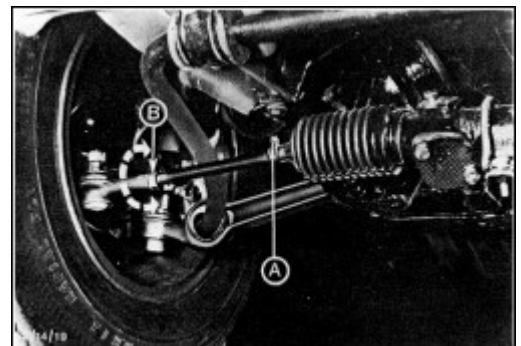

Abb. 3 Vorspur einstellen
- Kontermuttern der Spurstangenendstücke B, Abb.3, sowie äußere Klemmschellen der Faltbälge A, Abb.3, am Lenkgetriebe lösen.